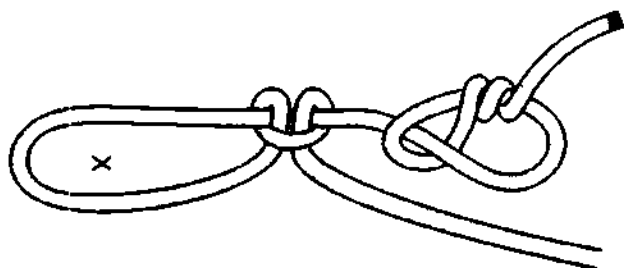

Рис. 160. *Коровья петля* со стопорным узлом удавкой.
**Коровья петля** со стопорным узлом способна выдержать очень большую нагрузку (рис. 160). Узел легко запоминается, быстро вяжется, не затягивается и легко развязывается после использования. После завязывания узел необходимо выправить и затянуть. В качестве стопорного узла для петли можно использовать *простой узел*, *восьмёрку* или какой-либо другой стопорный узел. Связав буксирный трос этим узлом, можно вытащить застрявший в грязи или снегу автомобиль.